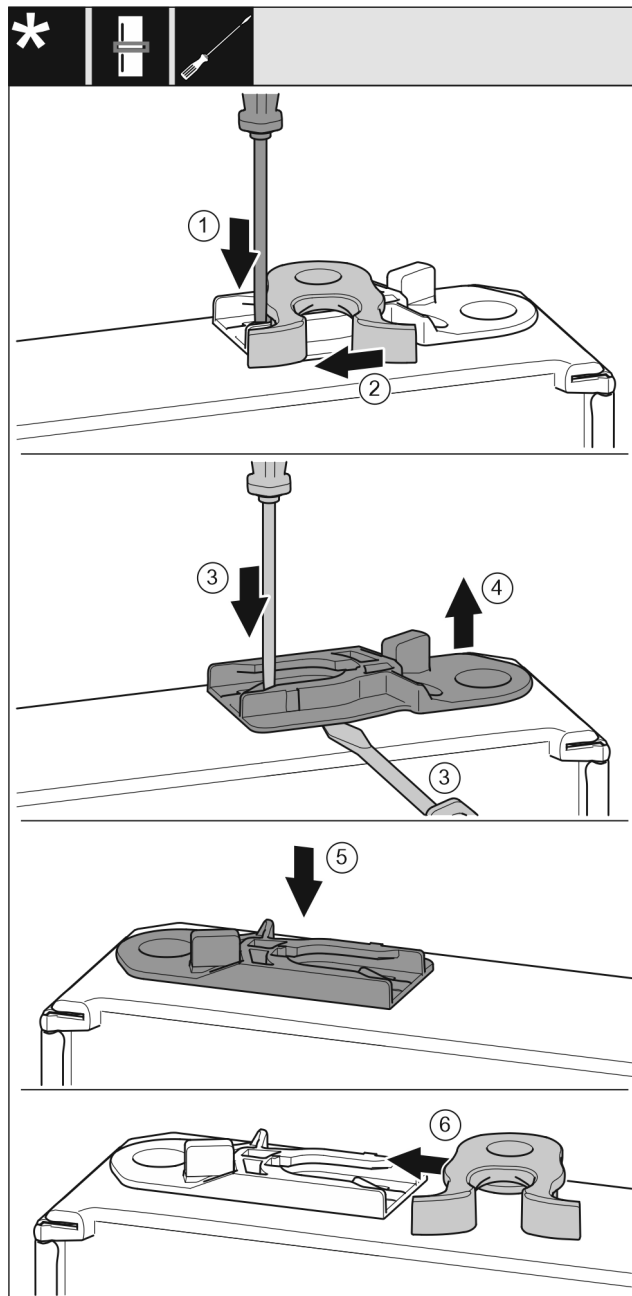

Fig. 28
- Lip met sleufschroevendraaier naar onder drukken. Fig. 28 (1)
- Sluithaak uit de geleiding trekken. Fig. 28 (2)
- Geleidingsbus eruit trekken: Lip met de sleufschroevendraaier indrukken en gelijktijdig de sleufschroevendraaier onder de geleidingsbus plaatsen. Fig. 28 (3, 4)
- De bij de levering geleverde geleidingsbus op de andere zijde van de behuizing aanbrengen. Fig. 28 (5)
- Sluithaak in de geleiding schuiven. Fig. 28 (6)